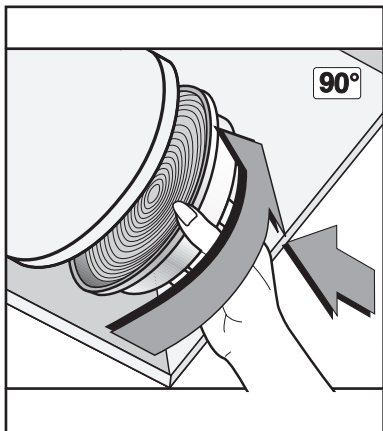
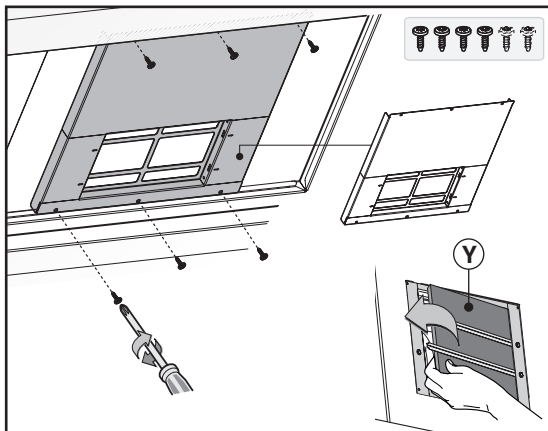

Fig.13
Fig.14
Vi tillhandahåller två olika satser, en med laddkolfilter (Fig.13) och en med kolfilter som kan återställas (rengöras) (Fig.14). Till skillnad från andra kolfilter kan detta tvättbara kolfilter tvättas och återanvändas ungefär 12-15 gånger.
-Om emballaget innehåller en bygel som den i Fig.14 är det nödvändigt att skruva bort de 4 skruvarna som redan sitter inuti fläkten och montera bygeln med hjälp av de borttagna skruvarna.
-För att byta ut det tvättbara kolfiltret **Y**, ska du ta bort byglarna från deras säte genom att dra dem utåt (Fig.14).
-Om din produkt inte är försedd med bygel betyder det att kolfiltret inte är tvättbart (Fig.13). Filtret ska monteras på uppsugningsenheten som sitter inuti fläkten genom att placera det i mitten av fläkten och vrida det 90 grader till stoppläge (Fig.13).